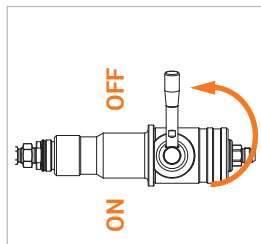

Figure 5
- ▶ Tournez le levier de commande (pos. 3) du nozzle de ravitaillement de 180° en position OFF (Figure 5).